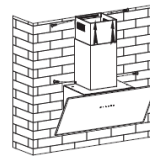

Figure 6
7. Réglez la hauteur de la cheminée intérieure par rapport à la position du support de cheminée intérieure et fixez l'ensemble à l'aide de 2 vis ST4*8 mm. Voir figure 6.